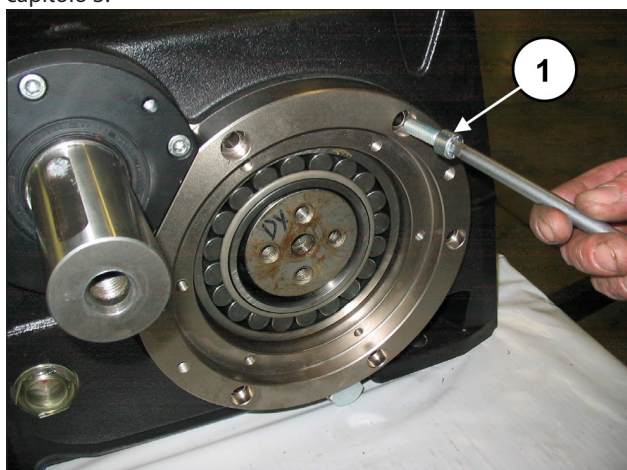

Fig. 74
Serrare i coperchi portacuscinetto mediante 6+6 viti M10x30 (pos. ①, Fig. 74).